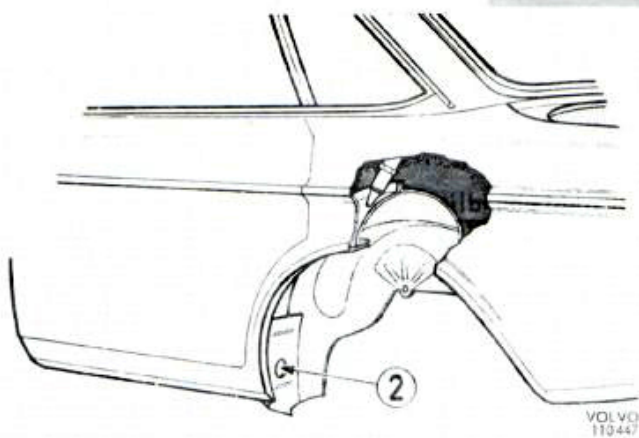

Bild 2
Från bagageutrymmet mellan bakskärm och hjulbas (se snitt på bild 2) införes munstycket så långt framåt och nedåt som möjligt varvid sprutning påbörjas, därefter drages slangen sakta uppåt under det sprutning pågår. Behandlingen skall utföras på hela längden av skärmkanten från bottensvällare till reservhjulbaljan.
I gavel för bottensvällare (framför bakre hjulhus) införes munstycket och föres så långt upp i C-stolpen som möjligt varvid behandling utföres, se pos. 2 bild 2.